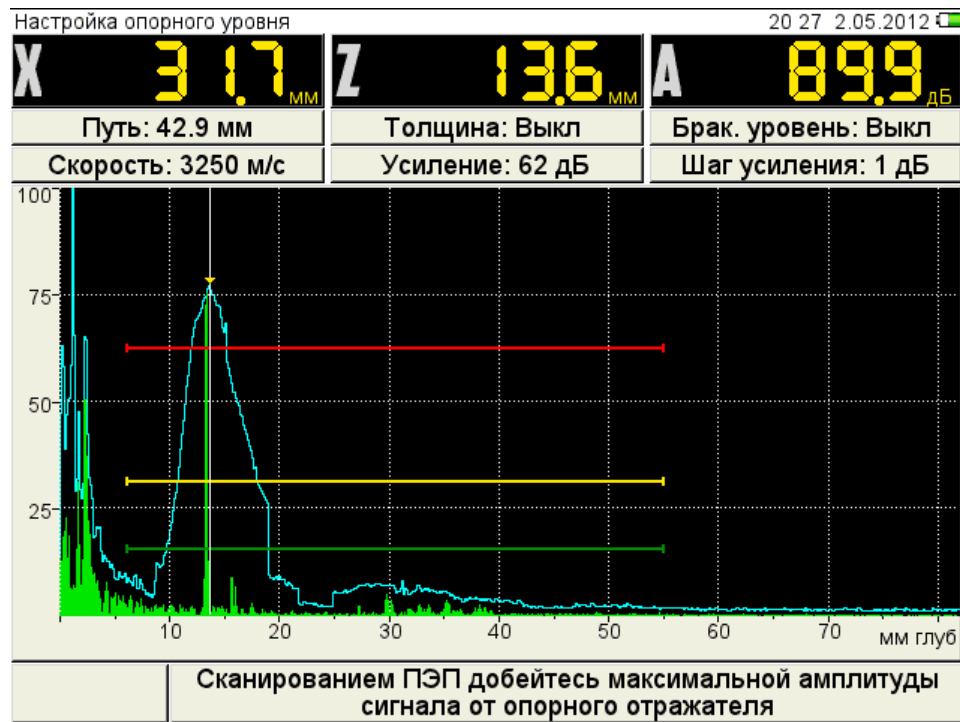

Рисунок 15
- перейти на параметр «Опорный уровень» и включить его нажатием клавиши  . Откроется окно настройки опорного уровня (рисунок 15);